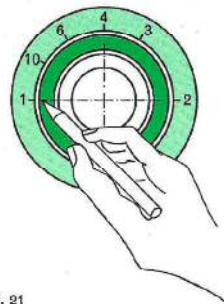

Fig. 21 Graduation à l'arrière de la poupée
- 1° Sur un tour qui possède une graduation à l'arrière de la poupée (fig. 21), on passe d'un filet à l'autre en tournant la broche de la poupée d'un demi-tour pour une vis à 2 filets, d'un tiers de tour pour une vis à 3 filets, etc.; ceci après avoir désengrené la transmission entre la broche de la poupée et la vis mère.